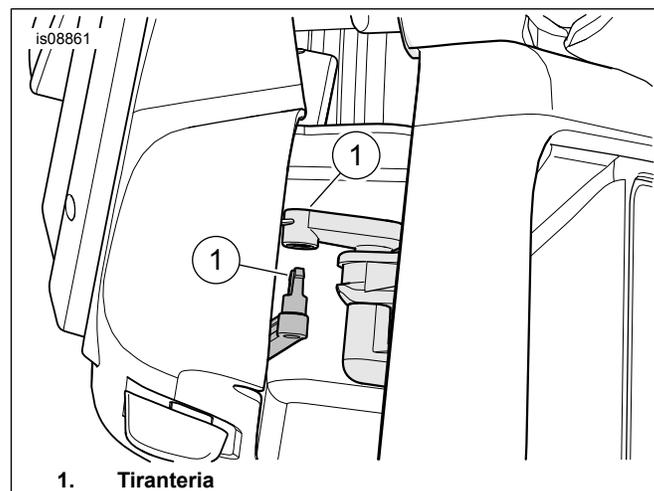

Figura 7. Collegare il leveraggio
7. Vedere Figura 7 Posizionare il gruppo della sede. Collegare il leveraggio.